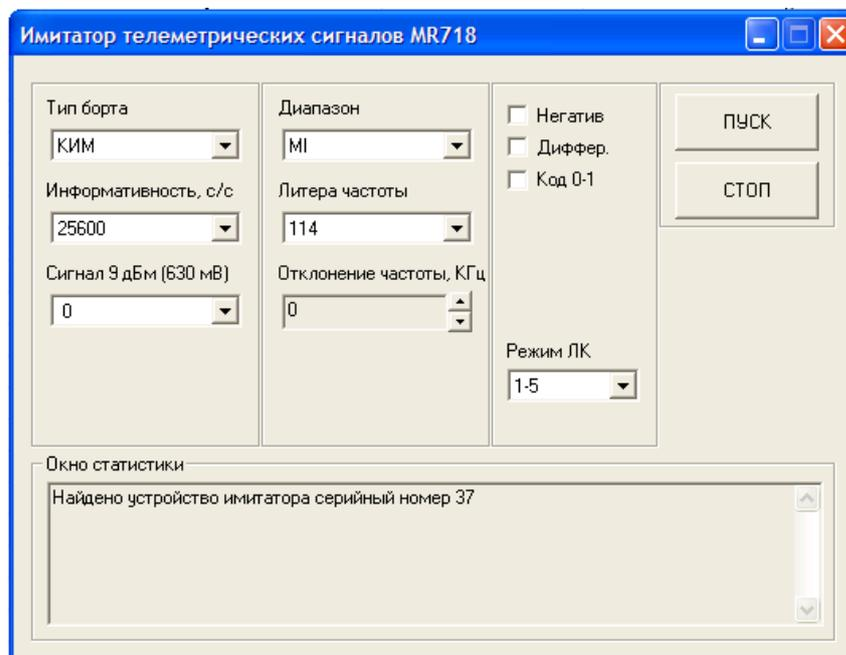

Рисунок 6.58. Окно управления имитатором.
6.3.2.1 Для того чтобы настроить имитатор, выберете пункт меню “Утилиты” и “Имитатор” – рисунок 4.1. Перед вами появится окно “Имитатор телеметрических сигналов” – рисунок 6.58.